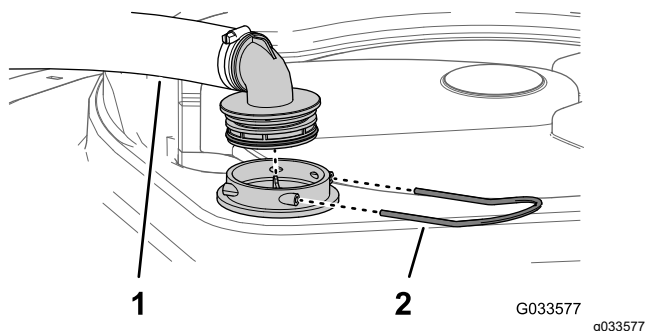

Рисунок 29
2. В верхней части бака опрыскивателя снимите держатель, который крепит шланговый штуцер, подсоединенный к большому шлангу, идущему от корпуса фильтра (Рисунок 29).
3. Отсоедините шланг и шланговый штуцер от корпуса фильтра (Рисунок 29).